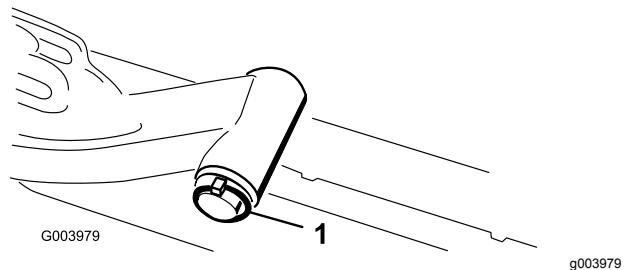

Bild 11
- A. Nehmen Sie den Klappstecker und die Scheibe ab, mit denen die Gelenkwelle des Hubarms am Hubarm befestigt ist. Schieben Sie die Gelenkwelle des Hubarms aus dem Hubarm (Bild 11).
C. Setzen Sie die Hubarmwelle in den Hubarm ein und befestigen Sie sie mit der Scheibe und dem Klappstecker (Bild 11).